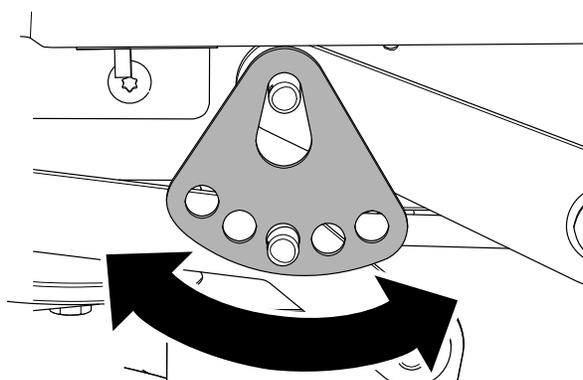

Рисунок 74
8. Установите шайбу и шплинт (Рисунок 74).